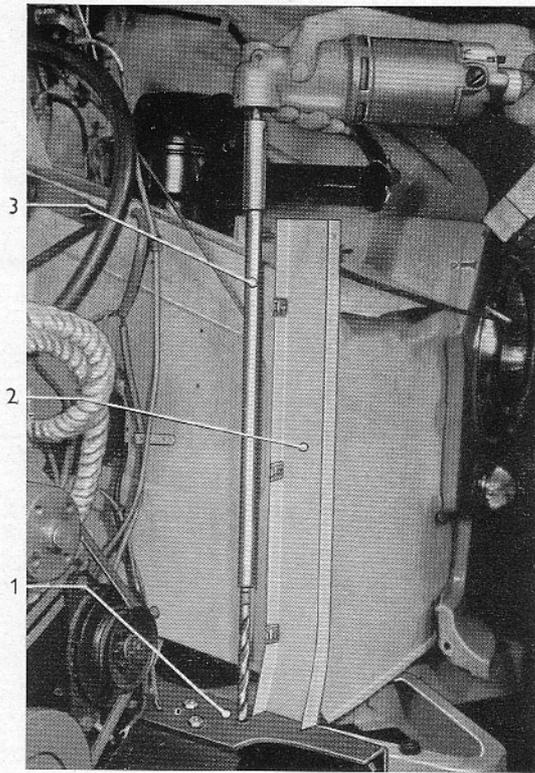

Bild 13 – Löcher mit verlängertem Bohrer aufbohren
- Zum Aufbohren der Löcher ist eine Bohrer-verlängerung (13/3) erforderlich (Bild 13).